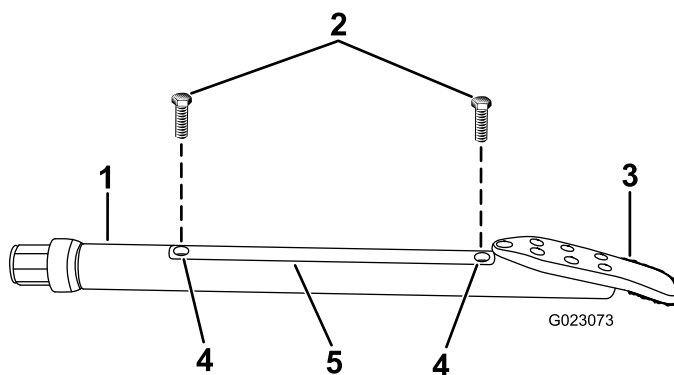

Figure 38
2. Desserrez les vis qui fixent le couvercle du porte-sonde au porte-sonde et déposez le couvercle (Figure 38).
4. Reposez le couvercle du porte-sonde et fixez-le au moyen des vis (Figure 38).